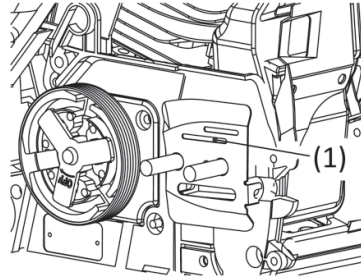

Рис. 16.2
2. Отверстие вывода масла (рис. 16.2).
Разберите направляющую шину и проверьте отверстие вывода масла (поз. 1 рис. 16.2) на отсутствие закупорки.